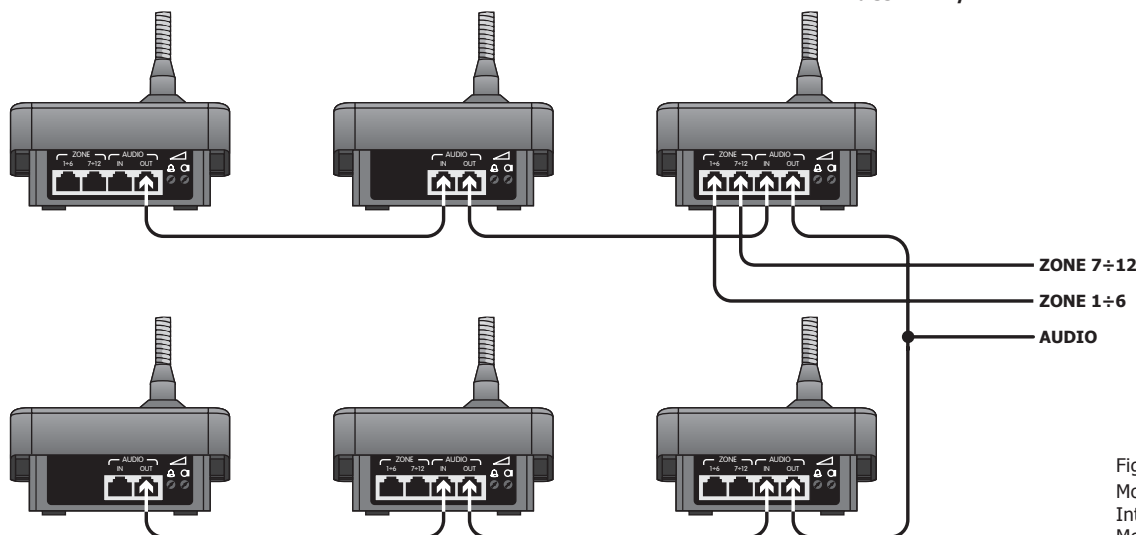

Fig. 3.2.1
- le postazioni devono essere collegate in cascata tra loro ('daisy-chain') con un massimo di due linee derivate a partire dall'apparecchiatura di controllo (fig. 3.2.1).
- The stations must be connected to one another in a daisy-chain, with a maximum of two branched lines from the control unit (Fig. 3.2.1).
- les postes doivent être branchés en cascade entre eux ('daisy-chain') avec un maximum de deux lignes dérivées à partir de l'appareil de contrôle (fig. 3.2.1).